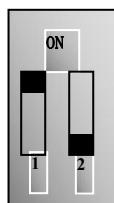

图 5-5
(6) 对于 E2000-Q T3 系列 37kW 及以上功率和 T6 全系列变频器控制端子排附近有一个两位黑色拨码开关 SW2，如图 5-5 所示。SW2 拨码开关同时拨至上侧 “ON” 档，此时通过 PE 连接线实现控制板 “CM” “GND” 与整机 “PE” 连接。SW2 拨码开关同时拨至下侧 “OFF” 档，此时通过 PE 连接线实现控制板 “CM” “GND” 与整机 “PE” 断开。